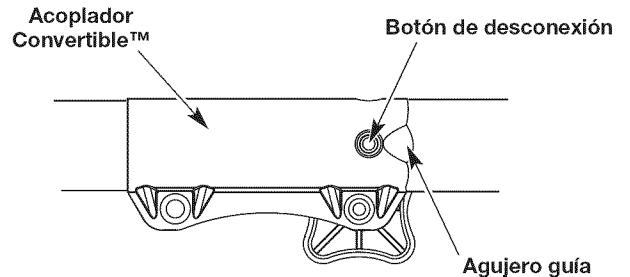

Fig. 3
NOTA: Alinear el botón de desconexión con el agujero guía facilitará la instalación (Fig. 3).
2. Oprima y sostenga el botón de desconexión (Fig. 3).